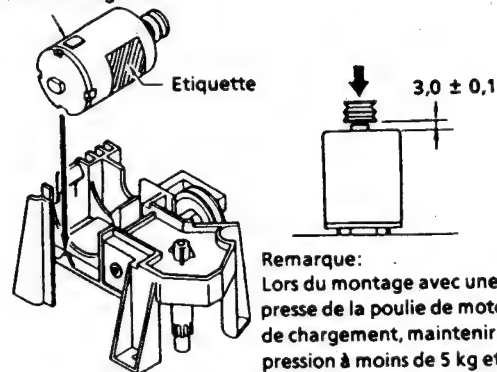

Figure 1-71.
1. Déposer le moteur de chargement et monter un moteur de chargement neuf, comme indiqué sur la Figure 1-71.
2. Placer le moteur de chargement de sorte que son étiquette soit visible, comme indiqué sur la Figure 1-71. Vérifier que le trou de vis sur l'arbre du moteur, la saillie sur le bloc de chargement et l'arrière du moteur marqué avec la flèche sont engagés.